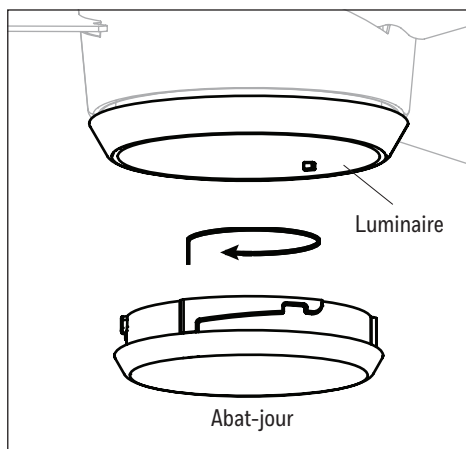

Figure 5.6
6. Fixez l'abat-jour au luminaire en tournant l'abat-jour dans le sens des aiguilles d'une montre jusqu'à ce qu'il soit fermement fixé au luminaire. **MISE EN GARDE :** Évitez de déformer le filetage en installant l'abat-jour. Si l'abat-jour fait l'objet d'une installation inadéquate, il pourrait être difficile à retirer ou même tomber, au risque de causer des blessures graves (Figure 5.6).